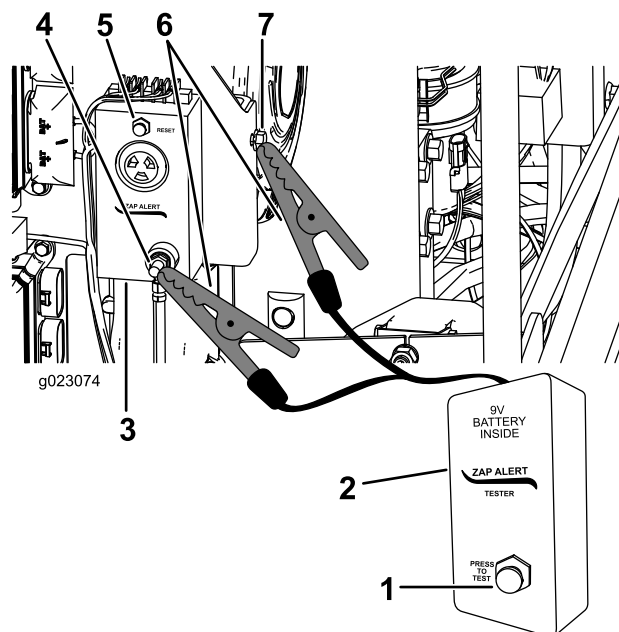

Рисунок 30
3. Подсоедините зажим типа «крокодил» с тестера Zap-Alert к шпильке заземления на системе Zap-Alert (Рисунок 30).
5. Нажмите кнопку TEST (ПРОВЕРКА) на тестере системы Zap-Alert, предупреждающей о контакте бура с подземным электрокабелем (Рисунок 30).
6. Нажмите кнопку ZAP-ALERT RESET (СБРОС СИСТЕМЫ ZAP-ALERT), чтобы прекратить подачу предупреждающих сигналов (Рисунок 30).